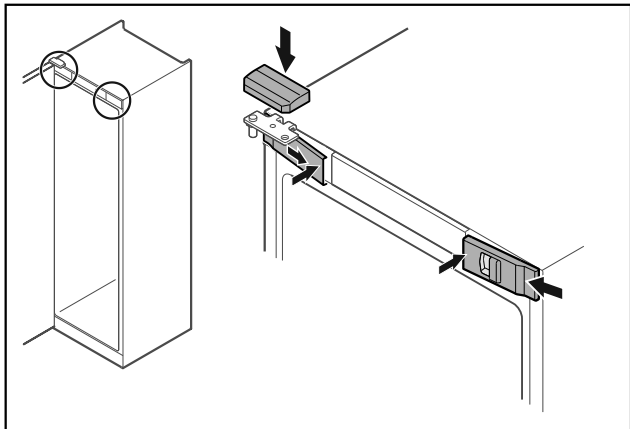

Fig. 46
- ▶ Klik de forreste afdækninger Fig. 46 (1) i på siden, og lad dem gå i hak indvendigt.
- ▶ Klik på den øverste afdækning Fig. 46 (2) på ovenfra.